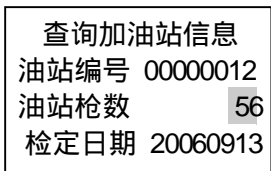

图 6-3-32 卡保存的油站信息
- (2) 图 6-3-32 显示的是卡中保存的加油站信息，这些信息是发行检定卡时由《加油机计量管理信息系统》写入。其中，油站枪数为加油站的实际枪数，“检定日期”为进行加油机计量检定的日期。用户可以根据实际情况，通过键盘对加油站信息进行修改。